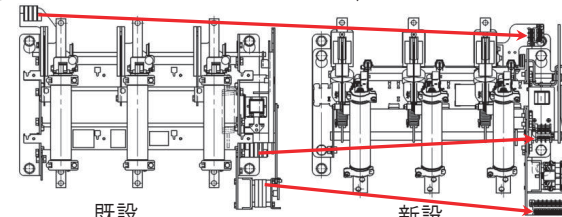

図5: 制御回路端子位置
- 制御回路端子位置が図5のように変わっています。**
制御回路端子の位置が図5のように変わります。